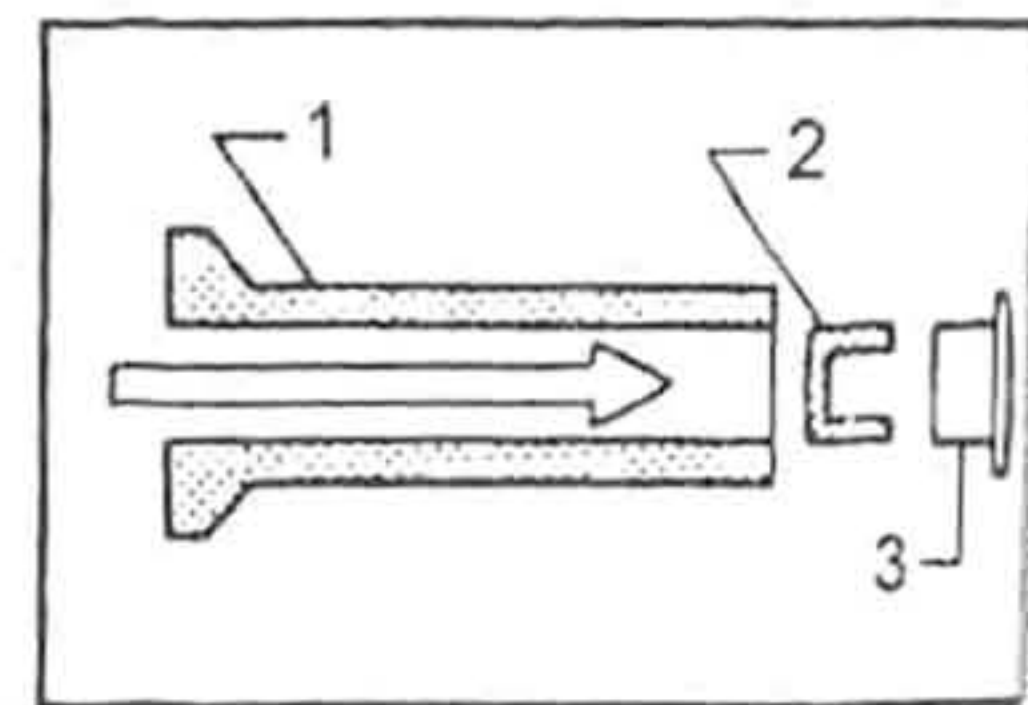

Рис. 311. 1. Втулка регулятора. 2. Ограничитель. 3. Наконечник.
Если величина хода втулки регулятора не соответствует этому требованию, разберите втулку (рис. 311) и замените наконечник (3). В ремонтном комплекте поставляются наконечники высотой выступающей части в диаметре 7,8-9,2 мм с интервалами по высоте в 0,8 мм.